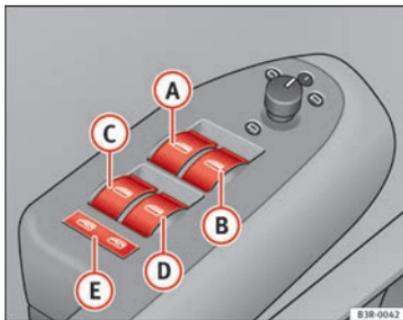

Fig. 80 Detalle de la puerta del conductor:
- Ⓐ Conmutador ⇒ fig. 80 para la ventanilla de la puerta del conductor
Con el interruptor de seguridad ⇒ fig. 80 **E** es posible desconectar los interruptores de las puertas traseras. Sólo cuando este interruptor está bajado será posible abrir y cerrar las ventanillas desde los asientos traseros.